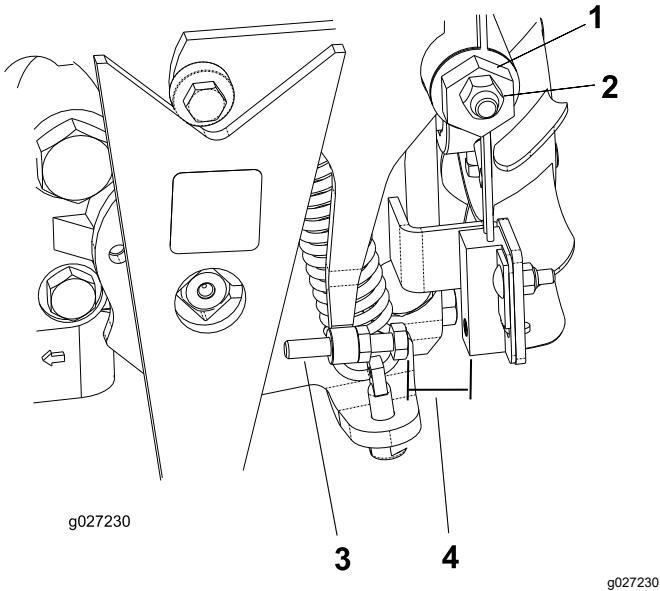

Figura 34
4. Desaperte a porca de bloqueio no excêntrico de tração (Figura 34).
5. Ligue o motor e rode o excêntrico sextavado (Figura 34) em ambas as direções para determinar a posição intermédia do ponto morto.
3. Ajuste o parafuso até a folga de ar ser de 0,8 a 2,3 mm; consulte Figura 34.